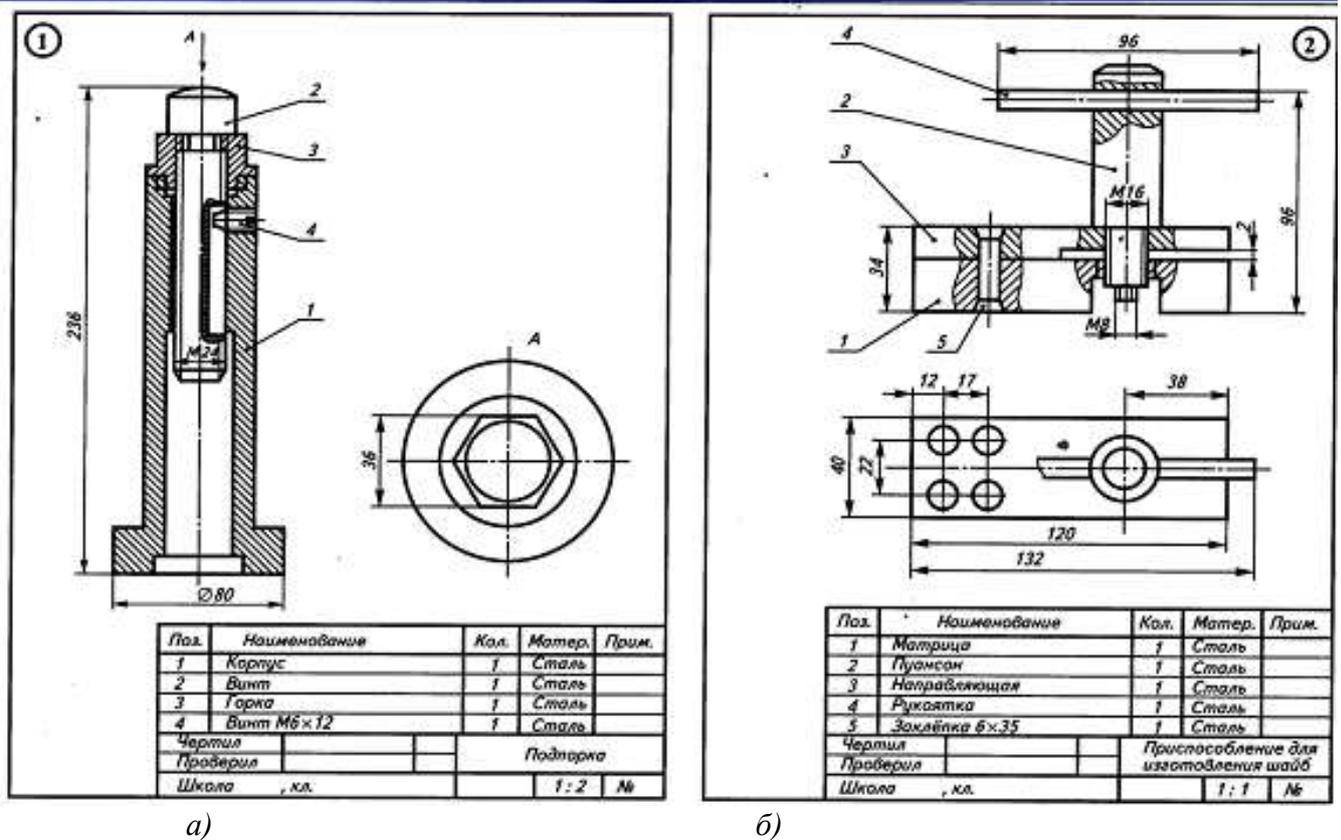

Рисунок 8.
3. На формате 1. Построить эскизы и технический рисунок деталей поз. 1,2,3, Подпорки по данным рис. 8 (а).
4. На формате 2. Построить эскизы и технический рисунок деталей поз. 1,2,3, Приспособление для изготовления шайб по данным на рис. 8 (б).